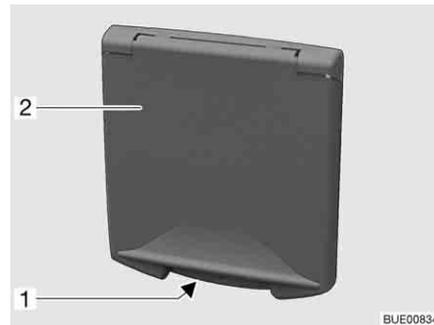

Bild 37 Druckschloss Serviceklappe
- Schlüssel in Schließzylinder des abschließbaren Druckschlösses (Bild 37,1) stecken und eine viertel Umdrehung drehen. Das Druckschloss ist entriegelt.
- Schlüssel in Schließzylinder des abschließbaren Druckschlusses (Bild 37, 1) stecken und eine viertel Umdrehung drehen. Das Druckschloss ist verriegelt.